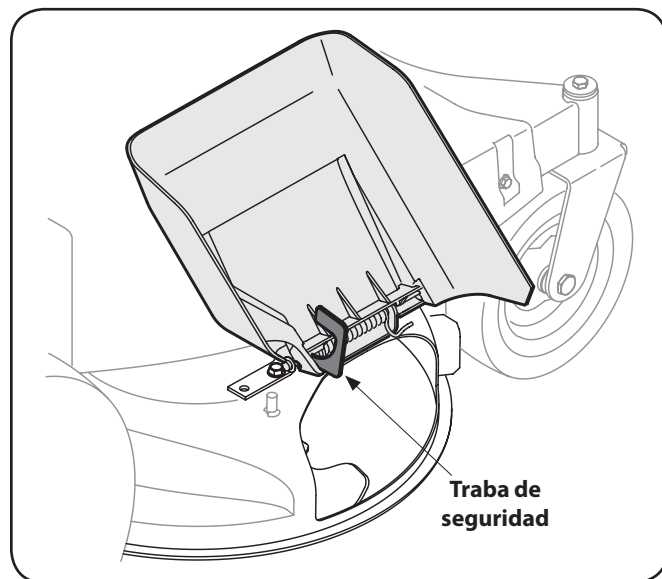

Figura 3-1
1. Localice la traba de seguridad que, si la hay, se encuentra en la parte derecha de la plataforma de corte. Vea Figura 3-1.